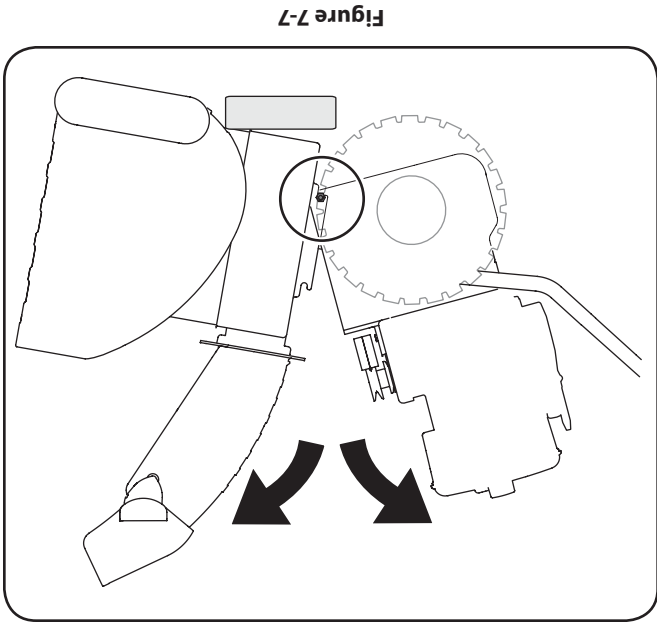

Figure 7-7
5. Placez une cale en bois sous l'habillage de la tarière, comme à la Figure 7-7 et séparez l'habillage de la tarière du châssis en faisant basculer l'habillage vers l'avant et en tirant sur les poignées.
6. a. Bloquez la turbine avec une cale en bois pour l'empêcher de tourner et utilisez une clé de 1/2 po pour enlever la vis à tête hex. et la rondelle du milieu de la poulie sur l'habillage de la tarière. Voir la Figure 7-7.
b. Dégagez le support du frein de la gorge de la poulie et libérez la poulie des taquets de l'adaptateur de la poulie de la tarière pour enlever la courroie usagée. Voir la Figure 7-7.